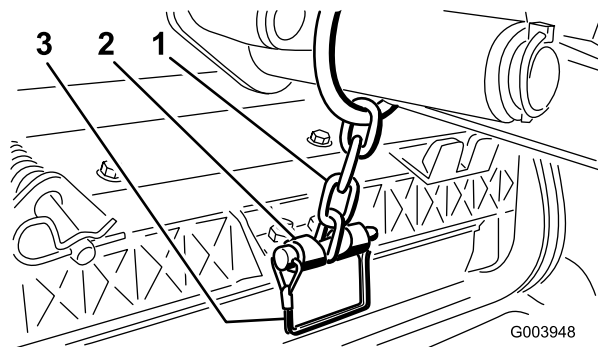

Рисунок 12
13. Прикрепите цепь подъемного рычага к кронштейну цепи с помощью стопорного штифта (Рисунок 12).